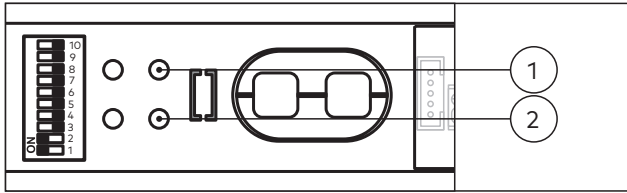

Abb. 29 Die Geschwindigkeit und die Offenhaltezeit einstellen
1. Die Geschwindigkeit am Potenziometer Geschwindigkeit einstellen (Abb. 29) (1). Damit das Fahrverhalten synchron ist, die Geschwindigkeit an beiden Antrieben gleich einstellen.
2. An einem der beiden Antriebe die gewünschte Offenhaltezeit am Potenziometer Offenhaltezeit einstellen (Abb. 29) (2).